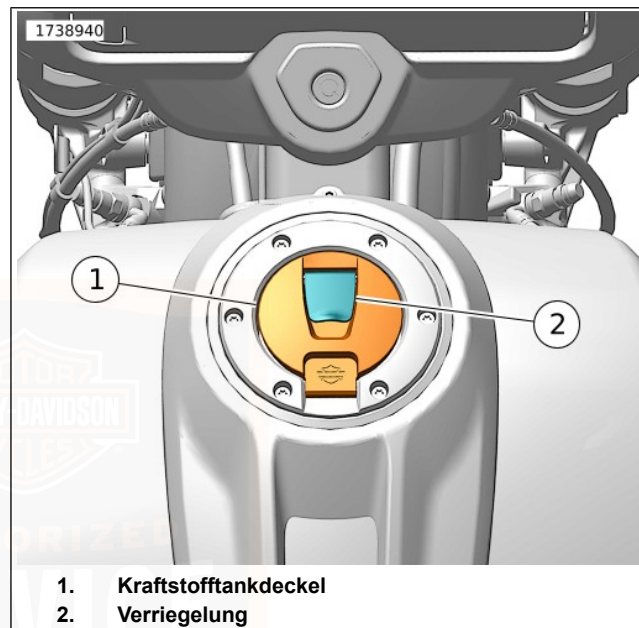

Abbildung 7. Kraftstofftankdeckel
Öffnen: Siehe Abbildung 7. Die Verriegelung (2) hochziehen, um den Kraftstofftankdeckel (1) zu öffnen.